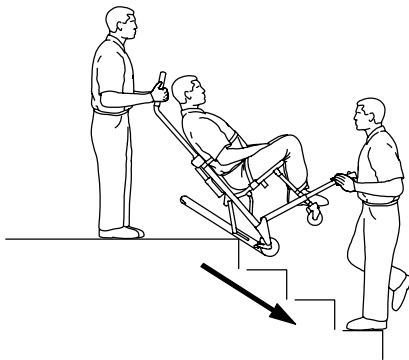

Figure 10 – Rail engagé sur la première marche
7. Les deux opérateurs : Tout en maintenant l'inclinaison, guider la chaise le long du bord de l'escalier. Laisser le système **Stair-TREAD** se connecter à la première marche (Figure 10).